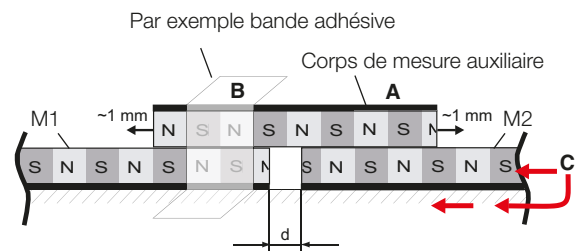

Fig. 4-9 : Corps de mesure M2 à glisser sous le corps de mesure auxiliaire, d = 4–10 mm
3. Poser le corps de mesure auxiliaire à l'envers sur le corps de mesure M1. Grâce aux forces magnétiques, le corps de mesure auxiliaire est attiré vers le bas par le pôle inversé et s'emboîte (Fig. 4-9). Afin de trouver la position présentant une force d'attraction maximale, décaler le corps de mesure auxiliaire d'environ 1 mm dans l'une et l'autre direction, jusqu'à ce que l'attraction maximale soit atteinte. Fixer le corps de mesure auxiliaire dans cette position, par exemple à l'aide de bande adhésive. Conseil : afin d'obtenir facilement une position stable (attraction max.), poser une couche de glissement, par exemple du papier, entre M1 et le corps de mesure auxiliaire. Cela réduit le frottement. Dès que la position stable est atteinte, retirer prudemment la feuille de papier.
4. Glisser le début du second corps de mesure M2 sous le corps de mesure auxiliaire jusqu'à proximité du corps de mesure M1 et le laisser s'emboîter (Fig. 4-9). Laisser suffisamment de distance (d), par exemple 4–10 mm.